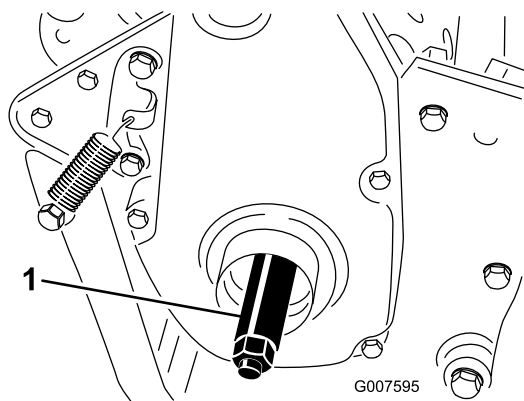

Figura 6
3. Enrosque el eje de la rueda derecha en la polea de transmisión del lado derecho de la máquina (Figura 6).